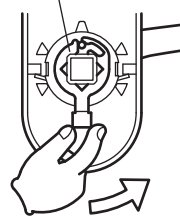

図1 外し方
1. 「ハンドル付け替え金具」を図1の要領で外して、回転バネも外します。